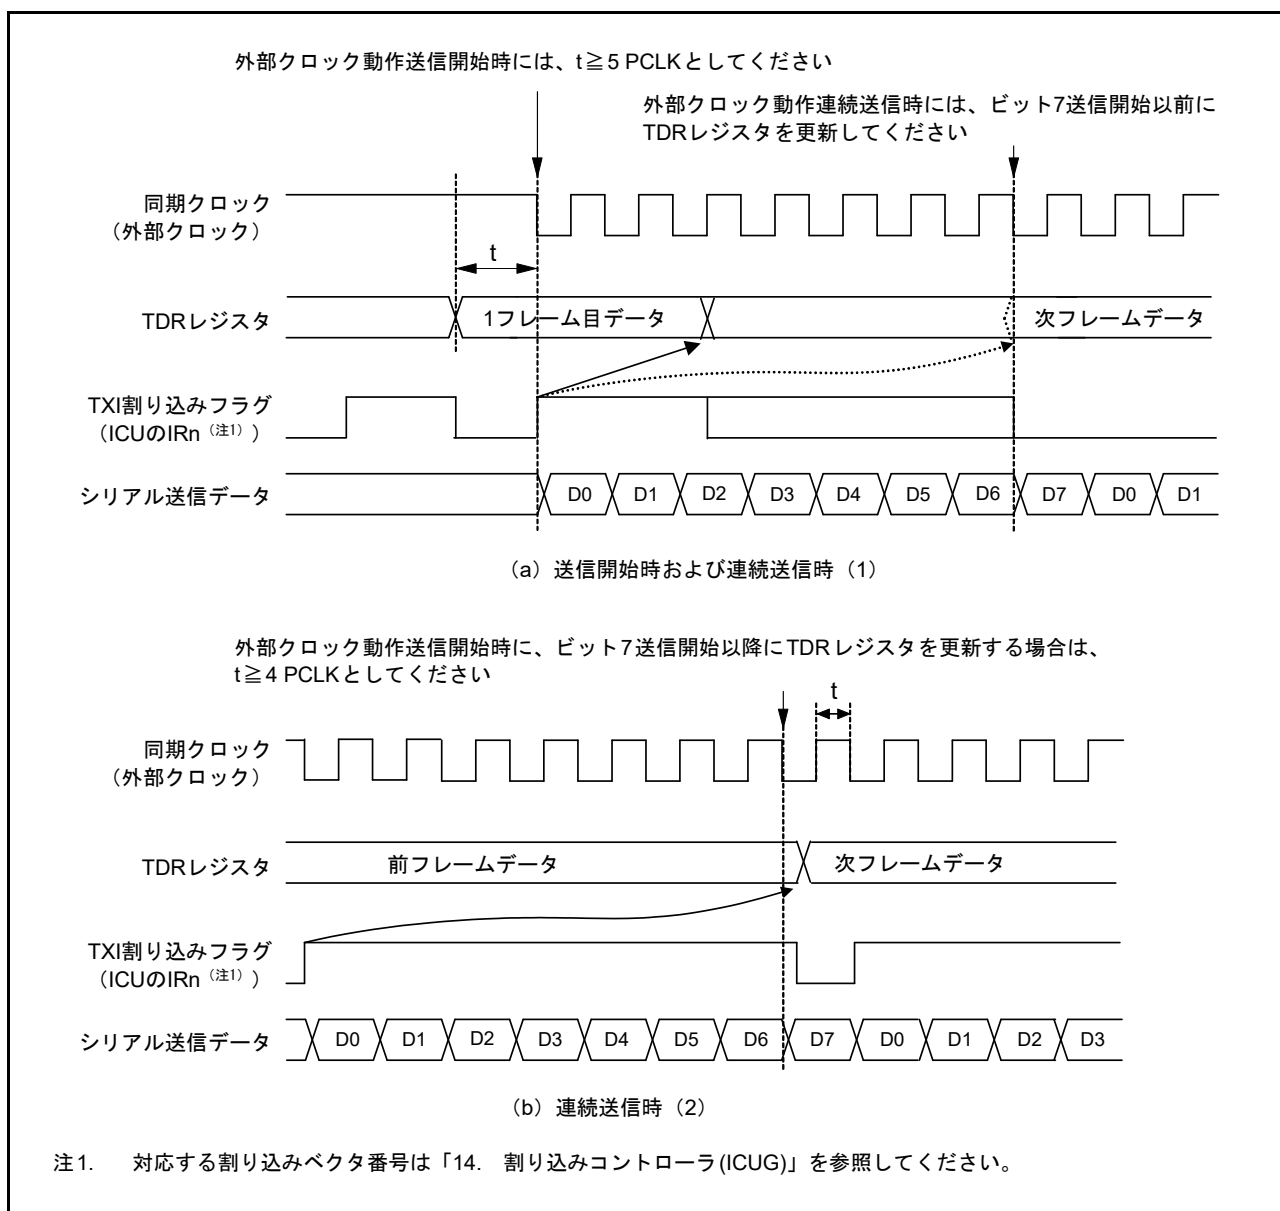

図 32.80 クロック同期式モード送信での外部クロック使用の制約事項
CPU、DMAC または DTC による TDR レジスタの更新後、PCLK で 5 クロック以上経過した後に送信クロックを入力してください (図 32.80 参照)。
(2) 連続送信時
- ビット7の送信クロックの立ち上がり以前に、TDR レジスタまたは TDRL レジスタに次の送信データを書き込んでください (図 32.80 参照)。
- ビット7送信開始以降に TDR レジスタを更新する場合は、同期クロックが Low の期間に TDR レジスタを更新し、かつビット7の送信クロックの High 幅を、4 PCLK 以上にしてください (図 32.80 参照)。